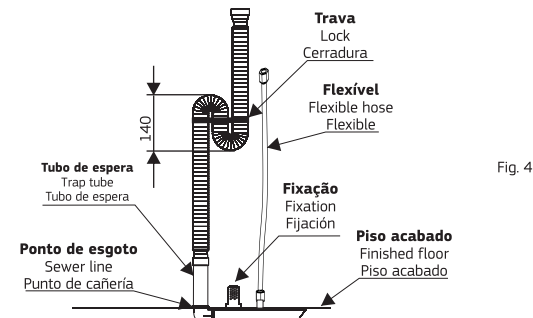

Fig. 4
5 Conectar o sifão corrugado (Item 08) no tubo de espera do esgoto. Ligar os flexíveis (Item 09) nas luvas ou cotovelos de entrada d'água. Dobrar o sifão para formar o selo hídrico e conectá-lo na válvula. Colocar a trava no selo para melhor fixação do sifão. Fig. 4.
Connect the corrugated siphon (item 08) to the trap tube. Connect the flexible hose (item 09) to the 1/2" sleeves or elbows of the floor water points. Bend the corrugated siphon to create the hydric seal and connect it to the drain valve. Attach the lock on the hydric seal for better fixation of the siphon. Fig. 4.
Ligar el sifón corrugado (item 08) en el punto de alcantarilla. Ligar los flexibles (item 09) en las curvas 90 x 1/2" o bujes en los puntos de agua en el piso. Doblar el sifón para formar el sello hidráulico y ligarlo en la válvula de desagüe. Poner la cerradura en el sellado para una mejor fijación del sifón. Fig. 4.